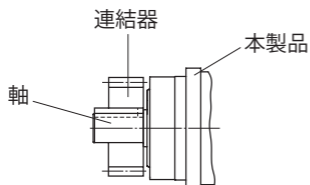
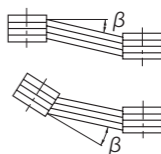

図 6-2
図 6-3
(2) チェーン・スプロケット、ギヤを使用する場合
- ・スプロケットやギヤの荷重作用点が、軸中央より本製品側へくるようにしてください。(図 6-2 参照)
(3) タイミングベルトを使用する場合
- ・両プーリ間の平行度、偏心度 β はご使用メーカーのカタログに記載されている許容値以内としてください。(図 6-3 参照)